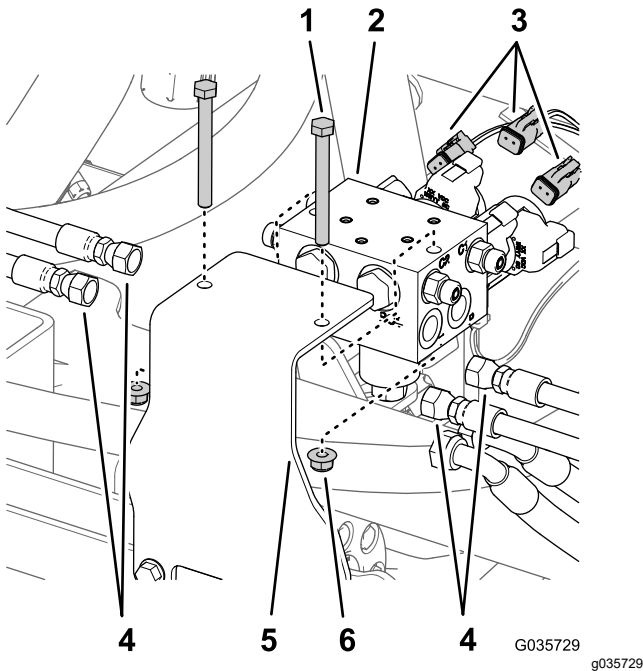

Figura 12
2. Etiquete todas las mangueras conectadas al distribuidor del cilindro de elevación (puertos C1, C2, C3 y C4) y desconéctelas del distribuidor del cilindro (Figura 12).
3. Desconecte los conectores del arnés de cables trasero de los solenoides del distribuidor del cilindro de elevación (Figura 12).
4. Retire el distribuidor del cilindro de elevación del soporte de montaje, retirando los 2 pernos y las 2 contratuercas (Figura 12).